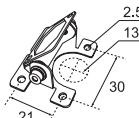

Рис. 2
- Рассверлите отверстие диаметром 13 мм в месте монтажа камеры, как показано на рис. 2.
- Снимите защитную ленту kleевого покрытия с монтажного приспособления ③ и закрепите монтажное приспособление на шасси автомобиля. В случае необходимости закрепите монтажное приспособление с помощью винтов-саморезов.
- В случае необходимости используйте для установки камеры винты-саморезы ⑫ (при монтаже на пластиковую поверхность).